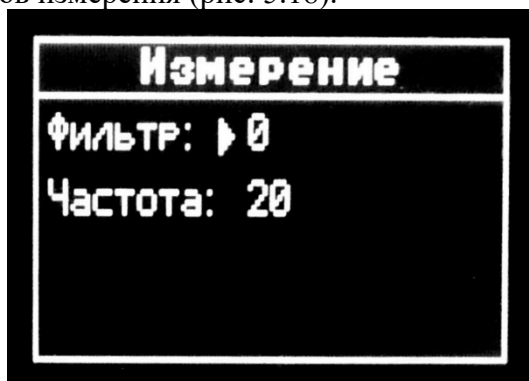

Рисунок 5.18
5.3.9 Настройка параметров измерения (рис. 5.18).